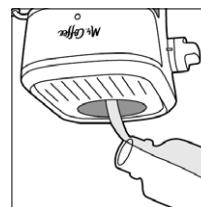

Figura 18
- Llene el depósito de agua hasta la mitad con agua (Figura 18) y deseche el agua que queda dentro del depósito.